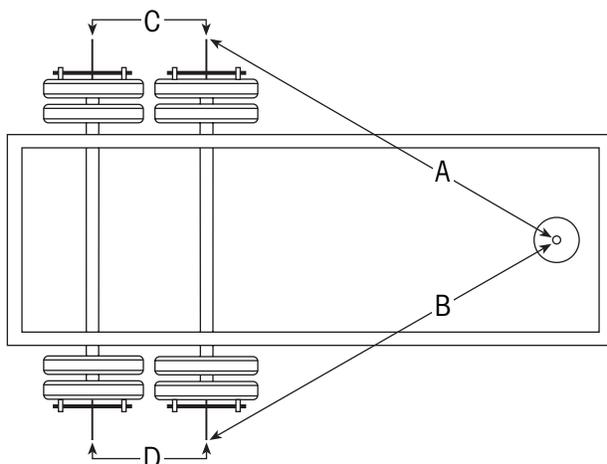

Figura 20. Mediciones para alineación del eje
13. Usando un compás de barra o una cinta de medir de 12 pies con incrementos de $1/32$ " o milímetros, mida las distancias "C" y "D" del centro del eje delantero al centro del eje trasero (figura 20).
11. Usando una cinta de medir de 12 pies con incrementos de $\frac{1}{32}$ " o milímetro, mida las distancias "C" y "D" del centro del eje delantero al centro del eje trasero (figura 20).